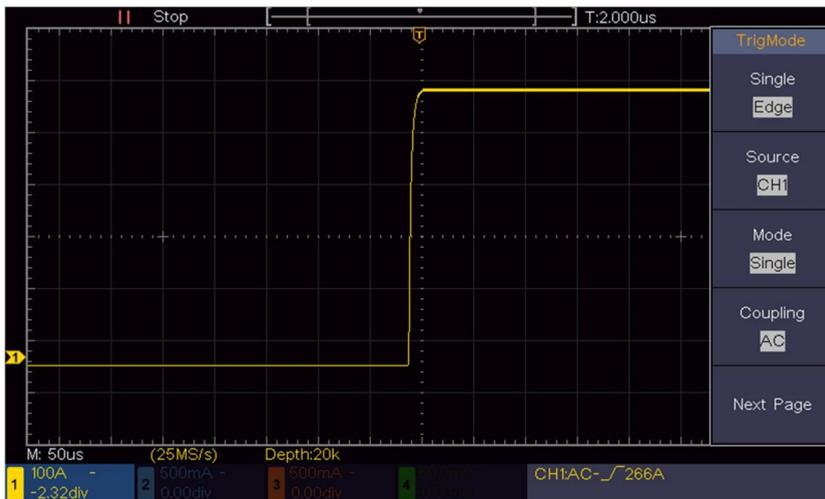

Abbildung 6- 3 Erfassen eines einzelnen Signals
(10) Drehen Sie den **Trigger Level-** Knopf und stellen Sie den Trigger-Pegel auf den ungefährt 50 % des zu messenden Signals.
(11) Überprüfen Sie den Triggerstatusindikator oben auf dem Bildschirm. Wenn er nicht Bereit, drücken Sie die **Run/Stop-** Taste und beginnen Sie mit der Erfassung. Warten Sie auf den Auslöser. Wenn ein Signal den eingestellten Triggerpegel erreicht, wird eine Abtastung durchgeführt. erstellt und dann auf dem Bildschirm angezeigt. Bei diesem Ansatz wird ein zufälliger Puls kann leicht erfasst werden. Wenn wir zum Beispiel einen Burst-Grat von finden wollen hohe Amplitude, stellen Sie den Triggerpegel auf einen etwas höheren Wert als den Durchschnitt ein Signalpegel, drücken Sie die **Run/Stop-** Taste und warten Sie auf einen Trigger. Sobald ein Gratbildung, löst das Gerät automatisch aus und zeichnet den Wellenform während der Zeit um den Triggerzeitpunkt. Durch Drehen des **Horizontal Position-** Regler im horizontalen Kontrollbereich des Panels, Sie kann die horizontale Auslöseposition geändert werden, um die negative Verzögerung zu erhalten, wodurch eine einfache Beobachtung der Wellenform vor dem Auftreten des Grates möglich wird (siehe *Abbildung 6- 3*).